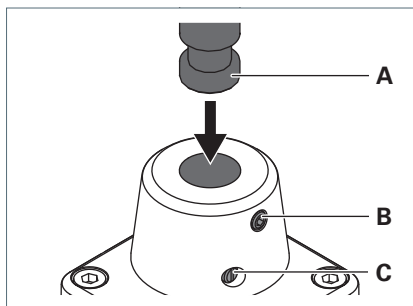

Fig. 3: Leuchte an Befestigungselement montieren.
- Drehen Sie die Schraube **C** aus dem Befestigungselement heraus, siehe Fig. 3.
- Drehen Sie den Gewindestift **B** in das Befestigungselement bis die gewünschte Friktion erreicht ist, siehe Fig. 3.